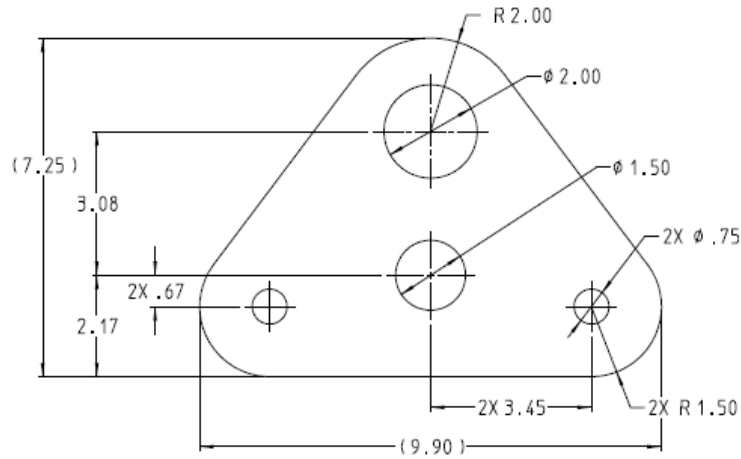

Рис. 3
10. Подъемник корпуса подшипника (**Рис. 3 и 9**)